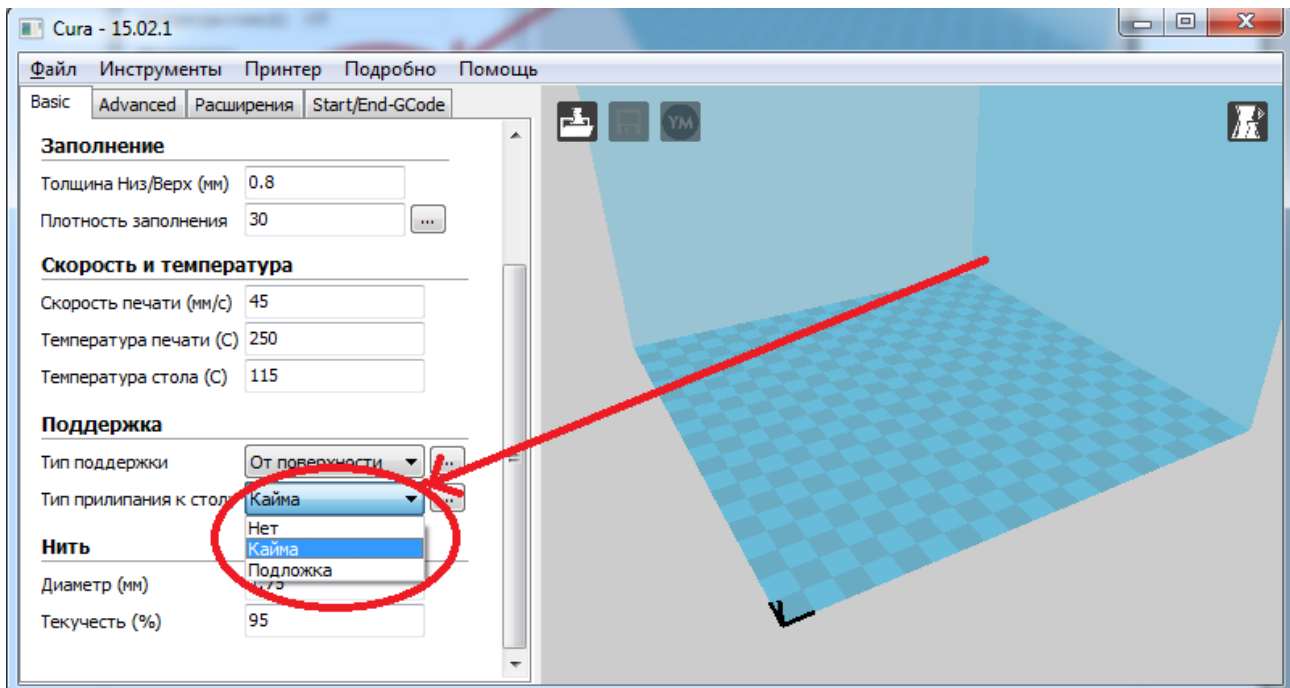

Рисунок 9. «Тип прилипания к столу»
- тип прилипания к столу- различные варианты помогающие углам детали прилипнуть к столу и не деформироваться. Тип прилипания к столу бывает двух видов: кайма и подложка, рисунок 9